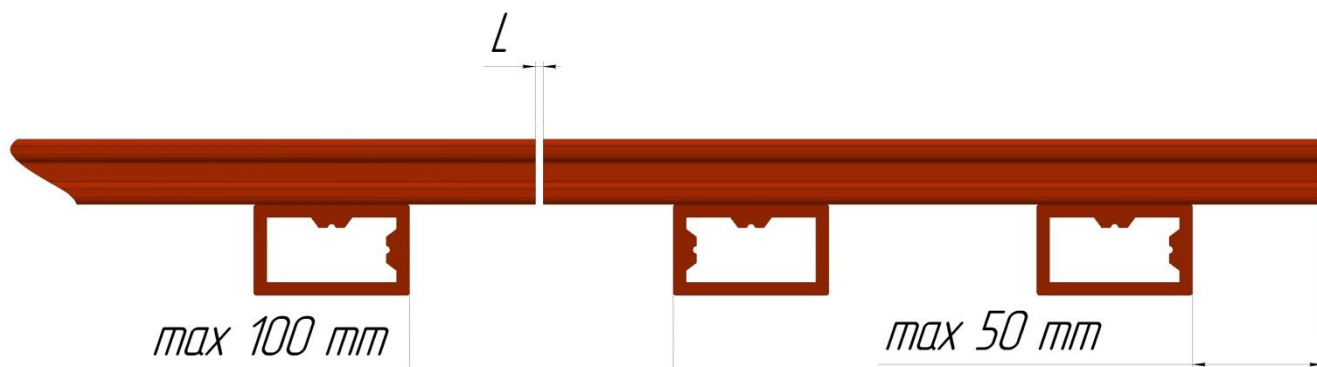

Рис. 2
5.2. Место стыка должно находиться на опорных лагах, и каждый конец террасной доски должен крепиться к лаге монтажной клипсой. Рис.2